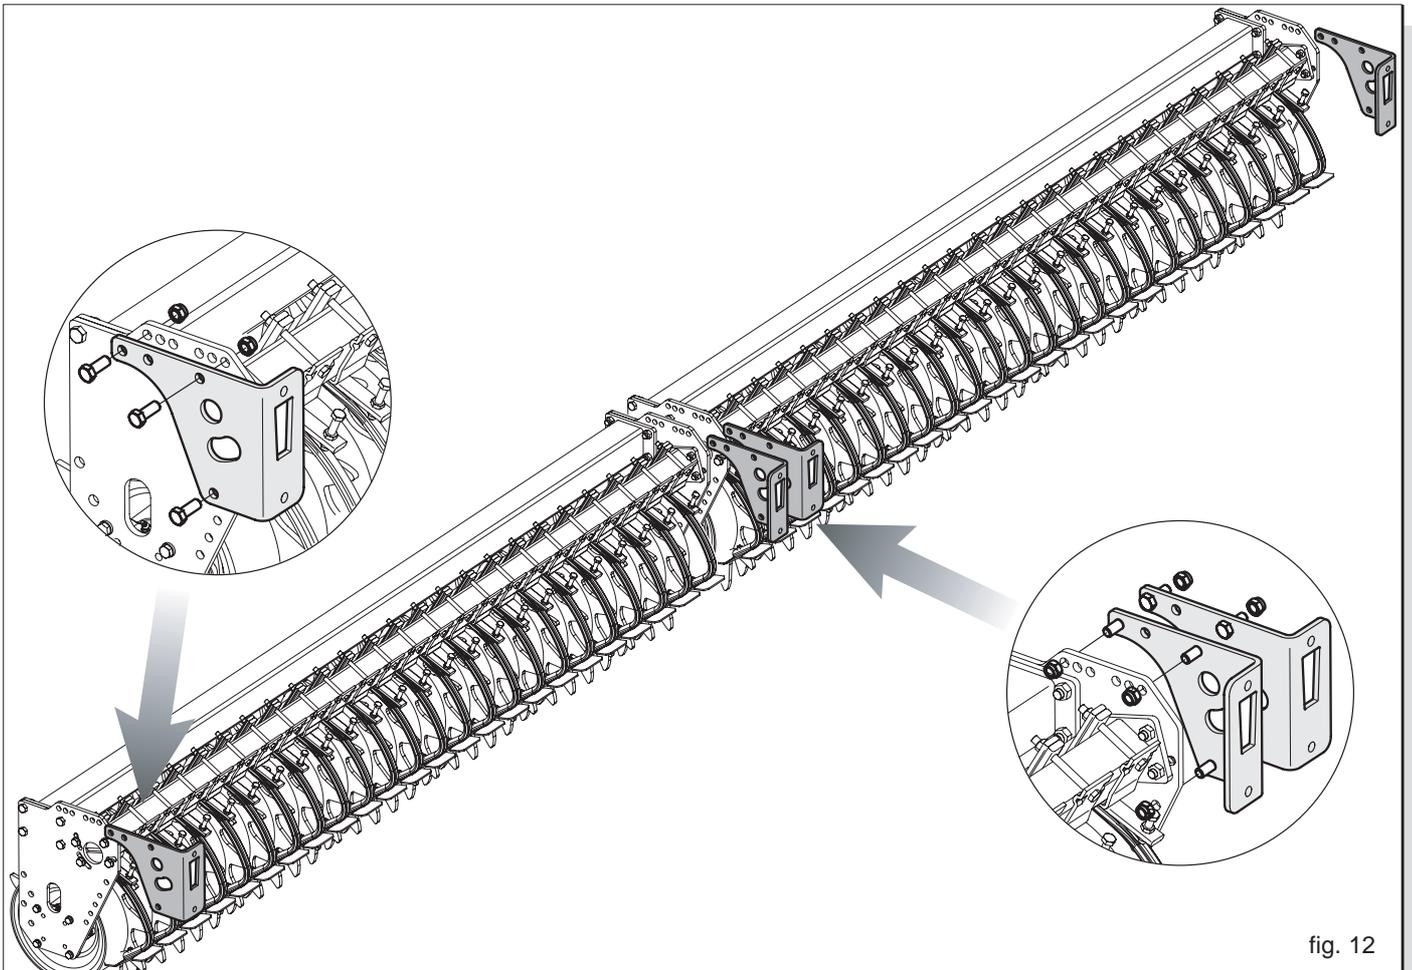

fig. 12
- 2) Instalar los cuatro soportes de la barra de siembra en el rodillo posterior de la grada rotante (Fig. 12).